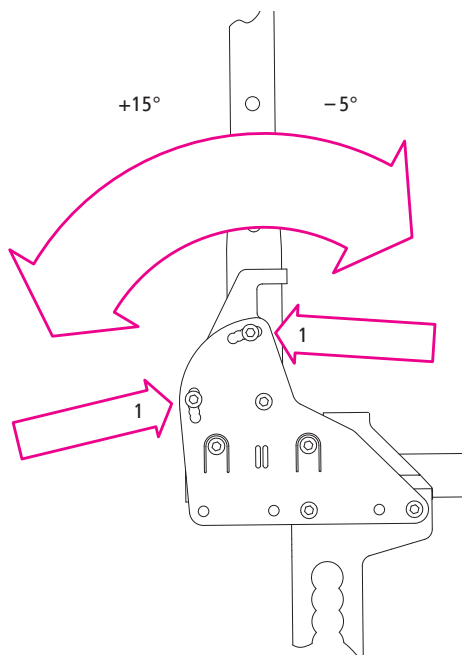

Рис.45
1. Відкрутіть обидва гвинти (1, рис. 45) і повністю вийміть їх.